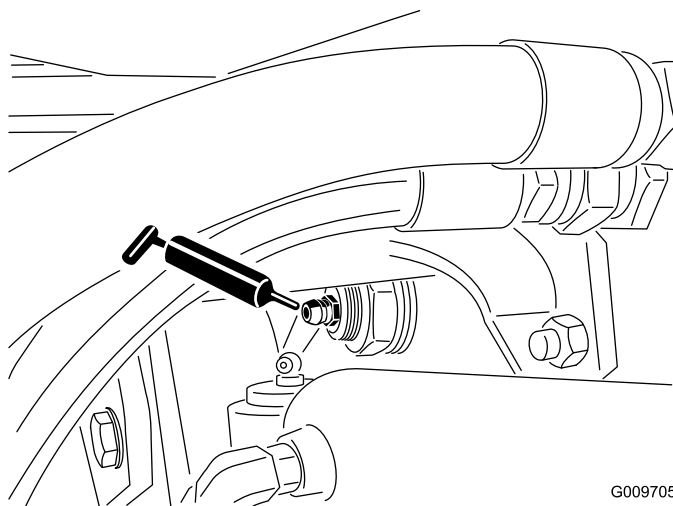

Рисунок 39
- Втулки шарниров заднего моста (2 шт.), как показано на Рисунок 39.